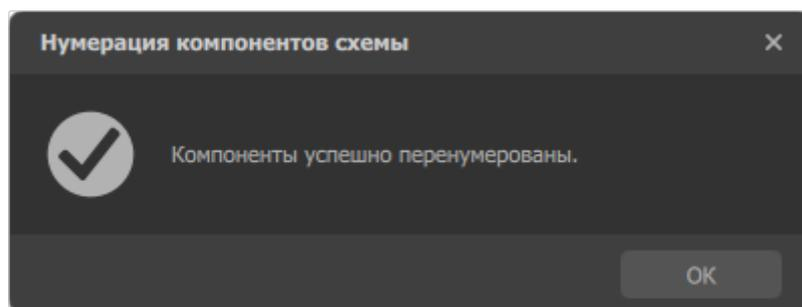

Рисунок 44. Диалоговое окно подтверждения перенумерации компонентов
- 2) В диалоговом окне, подтверждающем перенумерацию компонентов, нажать на кнопку ОК (см. рисунок 44).